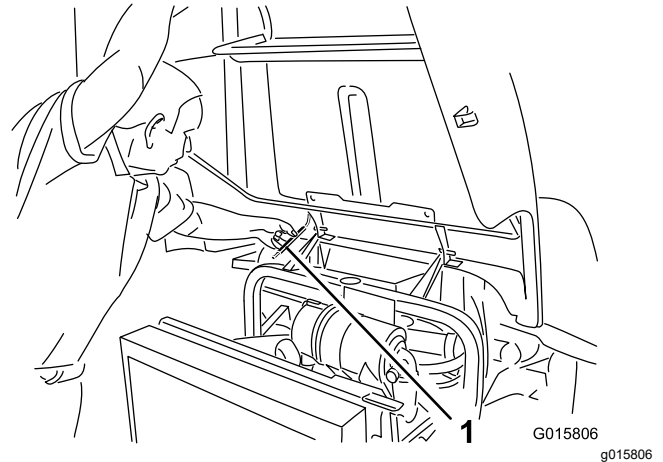

Figure 65
2. Soulevez le capot jusqu'à ce que vous puissiez placer la béquille derrière le tube du cadre (Figure 65).